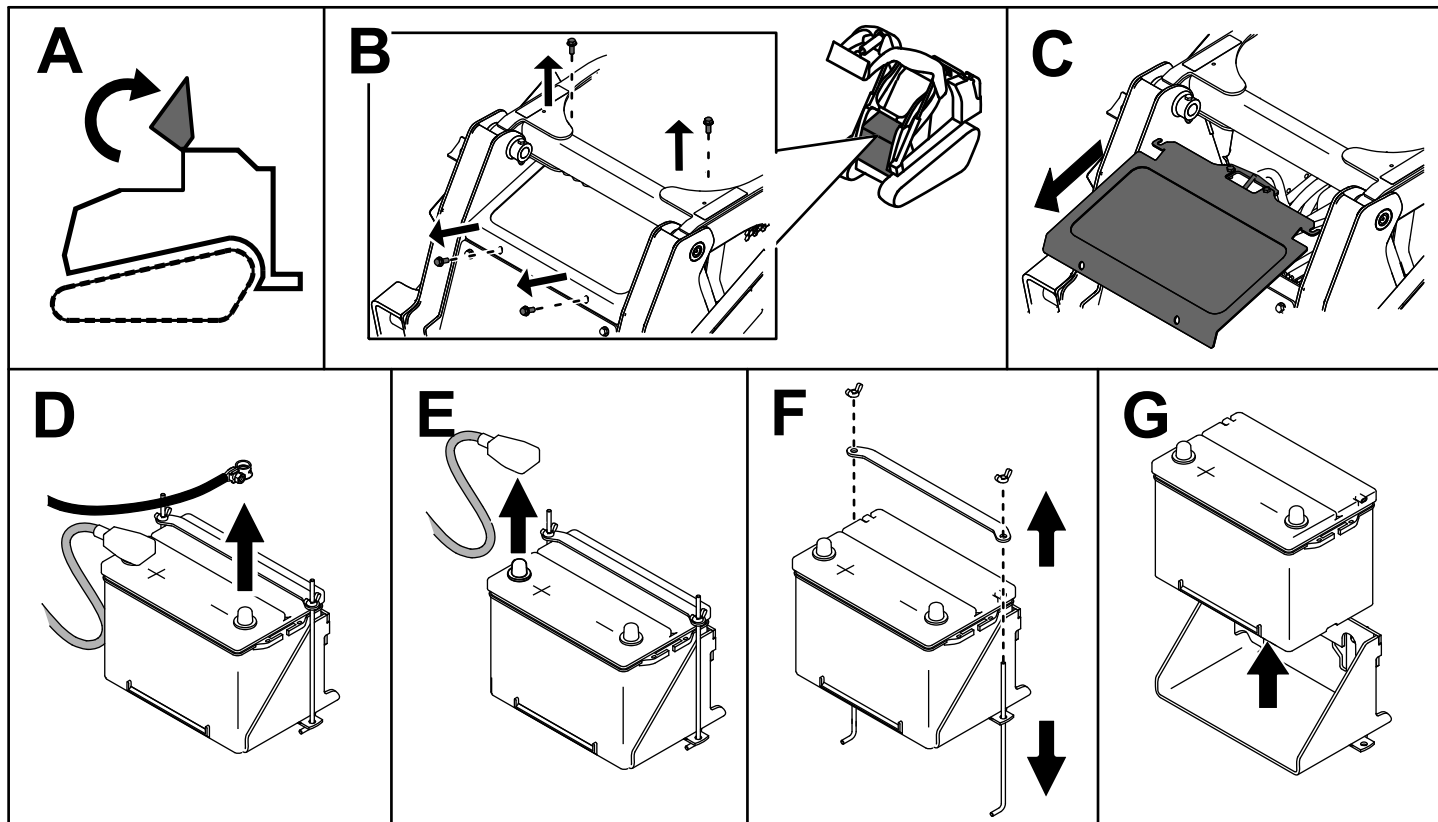

Figura 49
3. Retire la batería, tal y como se muestra en Figura 49.